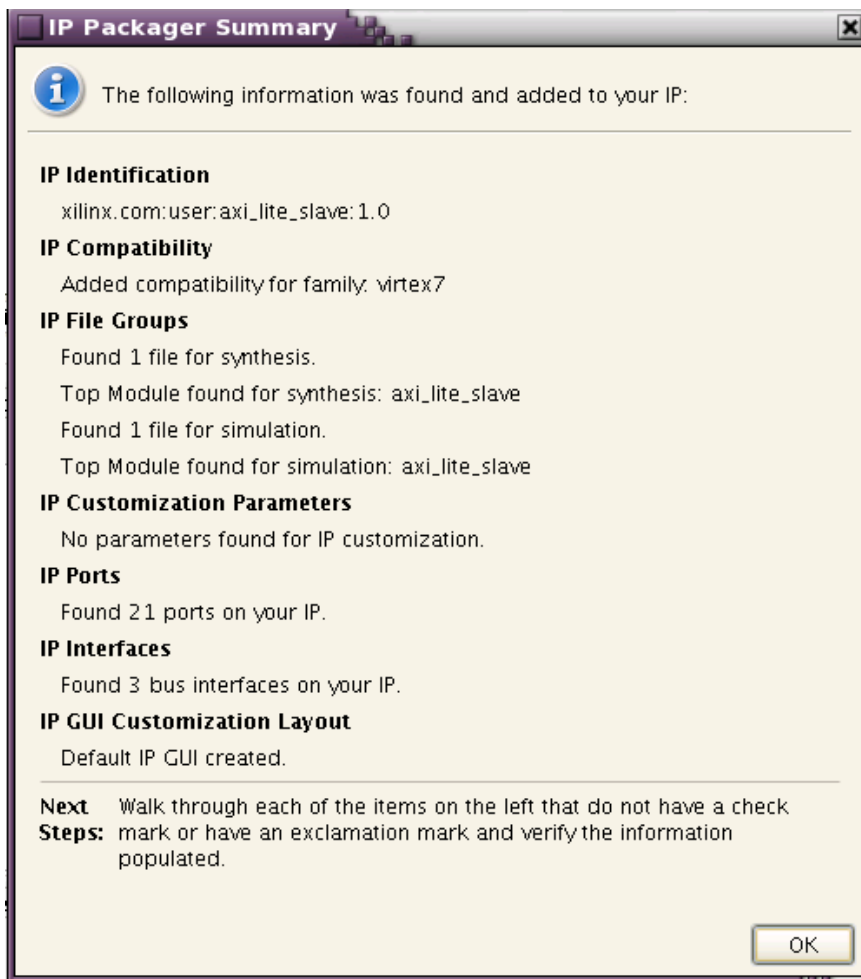

図 8 : AXI4Lite スレーブの [IP Packager Summary]
5. ウィザードでの処理が終了すると、[IP Packager Summary] が表示されます。ここには、HDL からインポートされたインターフェイス、ポート、およびパラメーターの数が詳しく表示されます。[OK] をクリックします。図 8 に AXI4-Lite スレーブ IP の結果を示します。各フィールドの値は IP ごとに異なります。